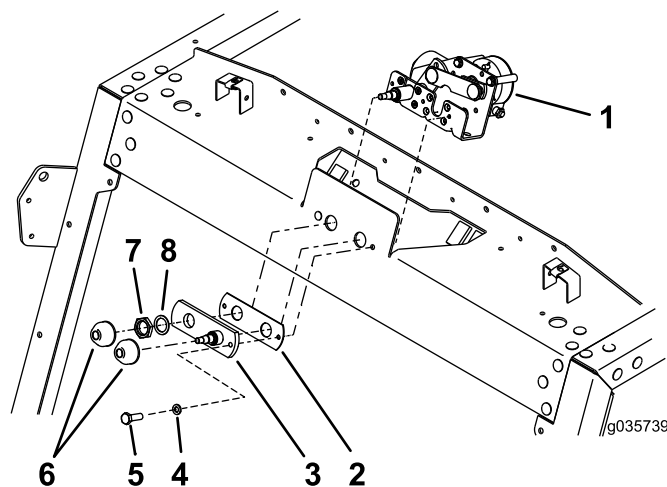

Figura 2
2. Rimuovete il bullone e la rondella di bloccaggio dal gruppo albero (Figura 2).
3. Rimuovete i tappi di plastica, il controdado, la rondella, il gruppo albero e la guarnizione dal motore del tergicristallo (Figura 2).